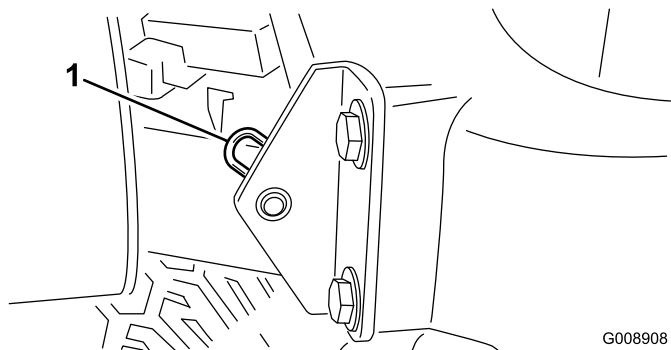

Figura 27
2. Retire el pasador que fija el pivote del capó a los soportes (Figura 27).
**Nota:** Los acoplamientos engrasados de los rodillos (Figura 27) requieren el uso de un adaptador de boquilla para la pistola de engrasar. Solicite la Pieza Toro N° 107-1998 a su Distribuidor Autorizado Toro.